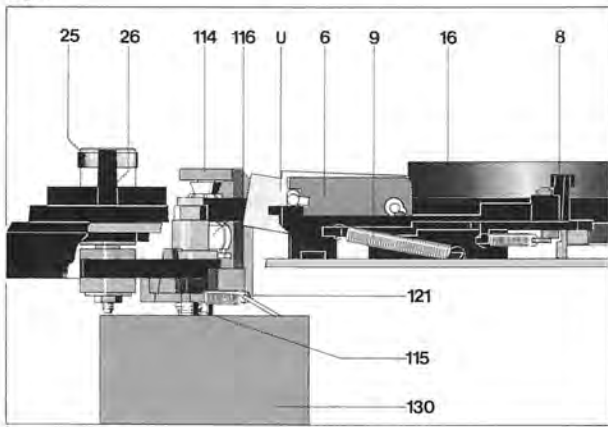

Fig. 3
4. Gewindestifte **117** lösen und Antriebsrolle **116** abziehen. Austausch-Antriebsrolle auf Motorachse stecken. Konushülse herausnehmen. Auf die innenliegende Distanzrolle achten. Antriebsrolle in der richtigen Höhe – siehe Fig. 3 – über die Einbauplatte bringen und die Gewindestifte **117** gleichmäßig festziehen. Konushülse in die Antriebsrolle **116** stecken.